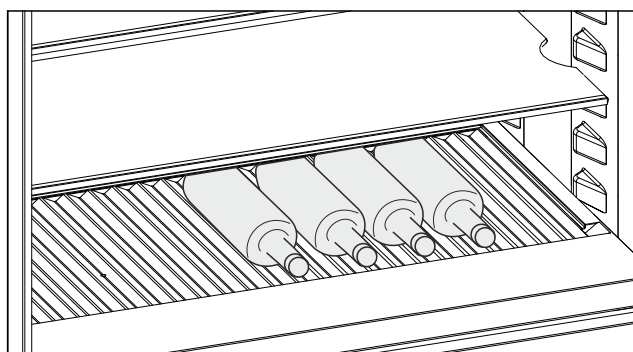

Fig. 255 Immagine a titolo di esempio
- Inserire le bottiglie con il fondo rivolto verso la parte posteriore. (vedere Fig. 255)